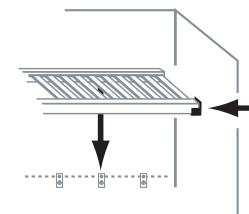

FIG. 1.4
7. Coloque el estante SUPERIOR (A) en los ganchos en L y la ménsula de tope de estante en el tope delantero del estante en el lugar de la pared del lado del armario (Fig. 1.4).